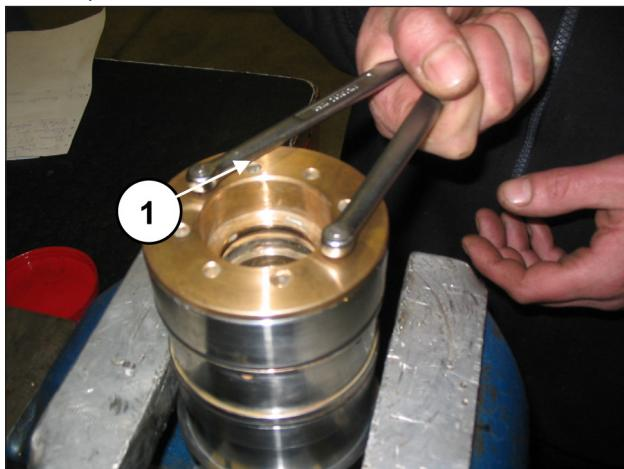

Рис. 145
Отделите опору уплотнений от рубашки с помощью регулируемого вилочного ключа с круглыми накладками Ø5 (поз. ①, Рис. 145), имеющегося в свободной продаже, и вывинтите опору до полного ее извлечения (поз. ①, Рис. 146).